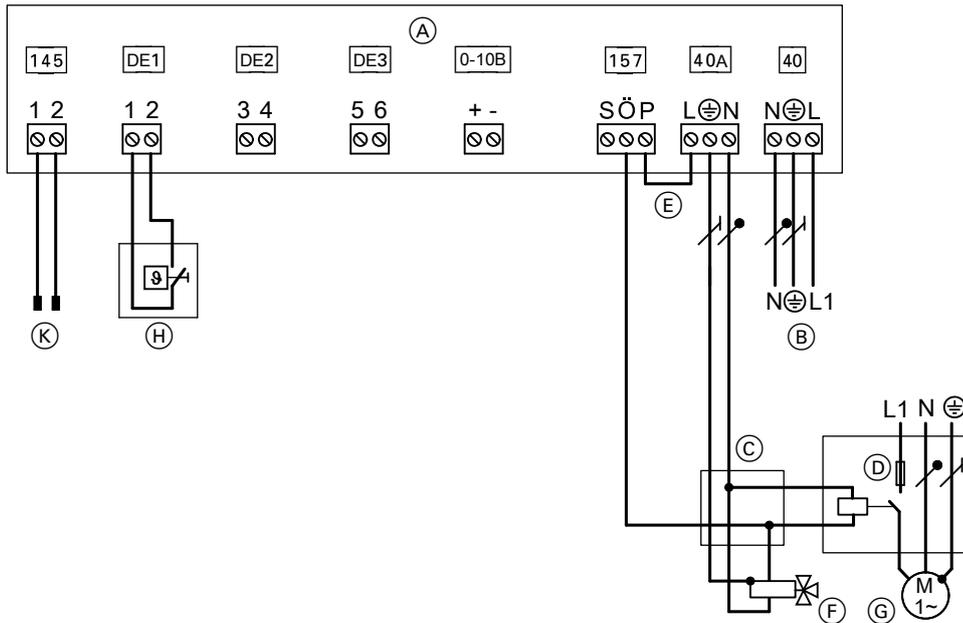

Рис. 22
- Выполнить подключения к модулю расширения EA1 **только** в соответствии с рис. 22.